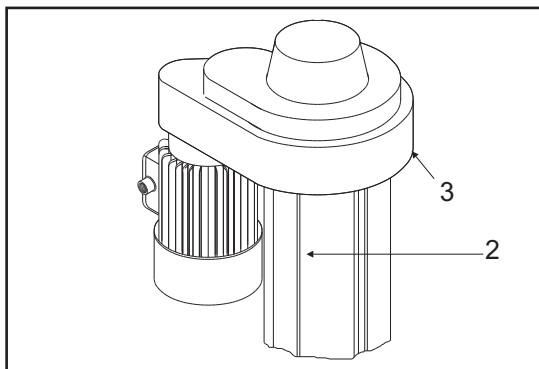

Fig. 17 - Abb. 17
- in caso di extra corsa della parte mobile sono previsti un finecorsa elettrico (2) ed una piastra in acciaio (3) di blocco sulla parte superiore delle colonne (fig. 17).
- to prevent overrun of the mobile part, an electric limit switch (2) and a steel plate stop (3) are envisaged for the upper part of the post (fig. 17).
- un contact de fin de course (2) et une plaque d'arrêt en acier au sommet de la colonne (3) interviennent en cas de dépassement de course de la partie mobile (fig. 17).
- bei einem Extralauf des beweglichen Teiles greift ein elektrischer Endschalter (2) und eine Sperr-Stahlplatte (3) am Säulenoberteil ein (Abb. 17).
- en caso de recorrido extra de la parte móvil están previstos un final de carrera eléctrico (2) y una plancha de acero (3) para bloqueo en la parte superior de la columna (fig. 17).